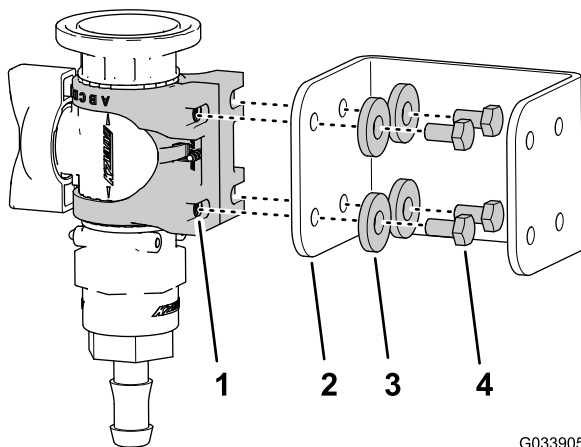

**Рисунок 27**
1. Установите крепление клапана на регулирующий клапан, как показано на виде А на Рисунок 27.
2. Присоедините крепление клапана к регулирующему клапану при помощи винта с фланцевой головкой (№ 6) и затяните винт от руки (вид В на Рисунок 27).